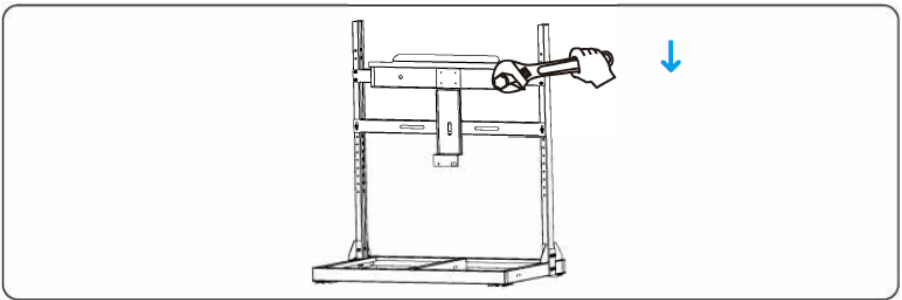

Figura 4.10 Apretar el panel trasero con el soporte
**Paso 2** Apriete el panel trasero con el soporte utilizando un tornillo M12 con un par de 42 Nm (como se muestra en la figura 4.10).